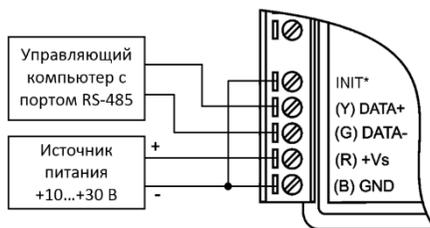

Рис. 5.5. Соединение вывода INIT* с "землей" для перехода в режим Init
- установить перемычку между выводами INIT* и GND в соответствии с рис. 5.5;